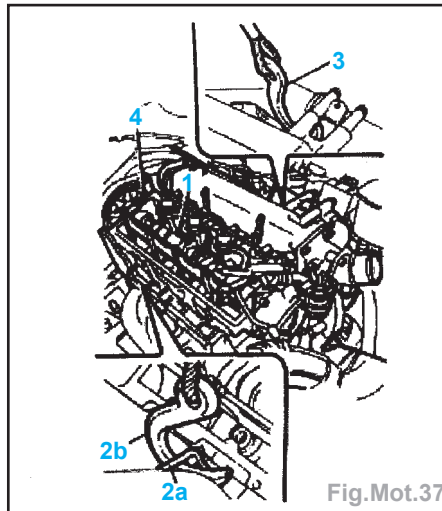

Fig.Mot.37
- Fixer un étrier (2a) au goujon du collecteur d'échappement, ancrer un crochet (2b) et placer un 2^{ème} crochet sur le collecteur d'admission (3) (Fig.Mot.37).